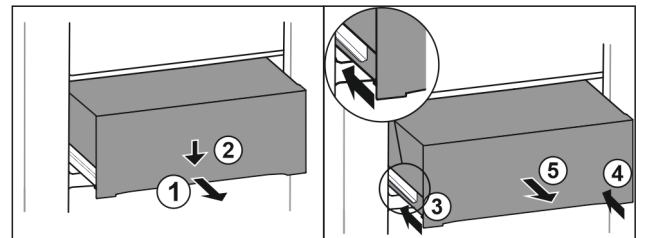

Fig. 93
- ▶ Húzza ki félig a fiókot. Fig. 93 (1)
- ▶ Nyomja le a fiók elülső oldalát. Fig. 93 (2)
- ▶ Tolja be a bal oldali sínt körülbelül 2 cm mértékben. Fig. 93 (3)
- ▶ Tolja be a jobb oldali sínt körülbelül 2 cm mértékben. Fig. 93 (4)
- ▶ Vegye ki a fiókot előre felé. Fig. 93 (5)